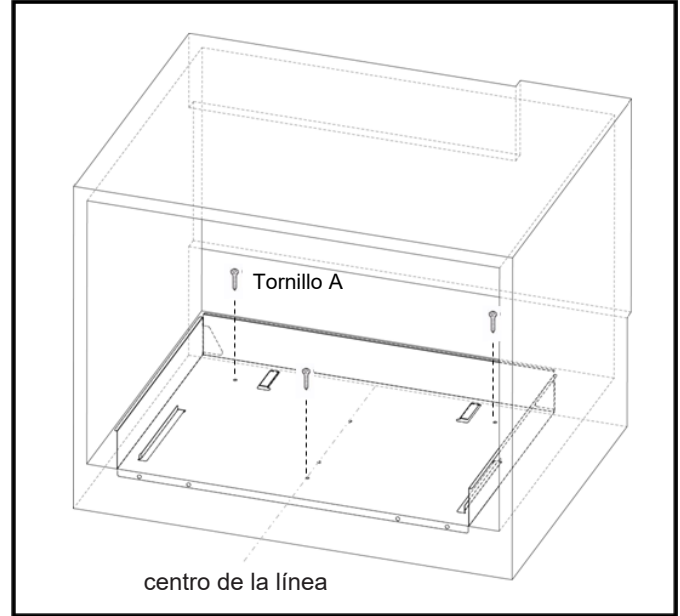

Ilustración 4
1. Dibuje una línea central en el piso. Coloque el conducto extractor en la abertura. Cuando el conjunto del conducto extractor se ha colocado en la abertura correctamente, las bridas quedarán firmemente contra el borde inferior de la abertura. Véase la ilustración 4.